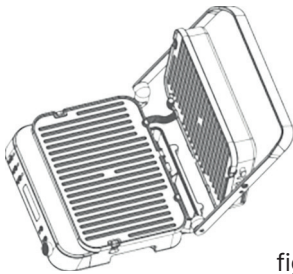
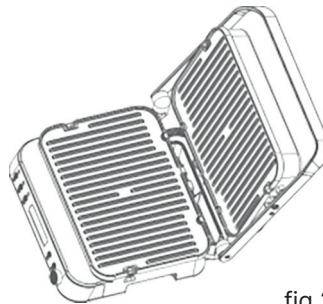
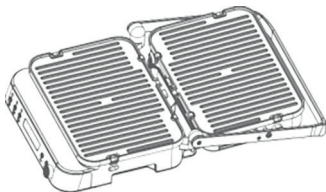

fig 1
fig 2
fig 3
2. Retire la placa de la parrilla presionando el botón «Unlock» y extrayéndola. (Fig. 1)
5. Asegúrese de que la bandeja de goteo esté correctamente insertada en la parte posterior del aparato. (Fig. 2)
6. Asegúrese de que la sonda de temperatura esté correctamente insertada si se utiliza. (Fig. 3)
Cuando finalice el precalentamiento, use el asa para llevar la tapa superior a la posición abierta (fig. 1). Use guantes de cocina. Presione la tapa superior hasta que quede al nivel del asa (fig. 2) y, a continuación, presione el asa y la tapa hasta la posición plana (fig. 3). Precaución: tenga cuidado al abrir la tapa a la posición plana, ya que estará caliente después del precalentamiento.